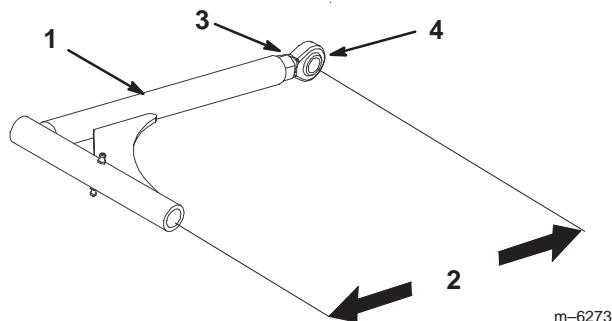

Figure 71
- Si la poulie de renvoi fixe touche l'extrémité de la fente de réglage et si la courroie a besoin d'être tendue davantage, il est possible de modifier légèrement la longueur des bras de poussée (Fig. 71).
12. Pour régler les bras de poussée, desserrez l'écrou de blocage et tournez la rotule dans le sens anti-horaire, un tour à la fois. Réglez chaque côté de la même façon (Fig. 71).